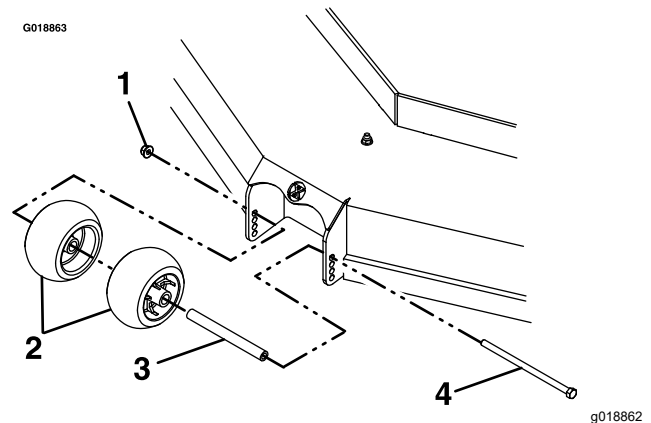

Figure 30
6. Serrez l'écrou Nyloc (¾ po) à un couple de 41 à 47 N·m (30 à 35 pi-lb), comme montré à la Figure 30.